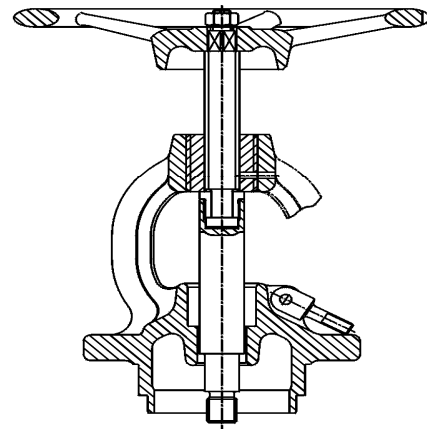

Bild 4
- Einspannen des Oberteiles im Schraubstock und herausdrehen der Gewindebüchse unter Verwendung von Spindel, Kolbenschaft und Handrad (siehe Bild 4